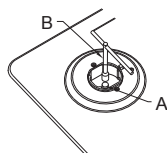

Abb. 6
- Ersetzen Sie die Einspritzventile mit dem entsprechenden Injektor aus der folgenden Tabelle (siehe Abb. 6). Zuerst entfernen Sie die Brennerdeckel und Ringe und schrauben mit einem Steckschlüssel "B" die Einspritzdüse "A" (siehe Abb. 6) ab.